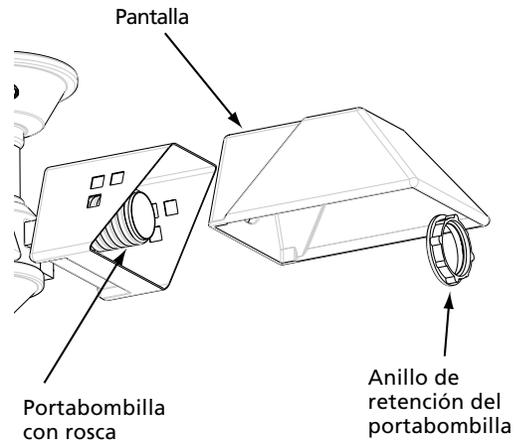

Figura 9g - Instalación de las pantallas
1. Coloque la pantalla sobre la rosca del portabombilla. Apriete con la mano el anillo de retención del portabombilla, como se muestra en la Figura 9g.